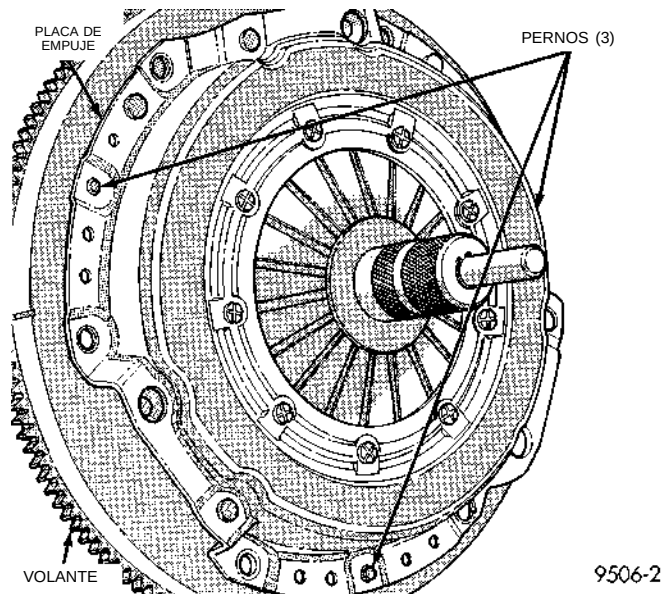

Fig. 7 Herramienta de alineación de disco de embrague
- (1) Retire el transeje. Para informarse de los procedimientos, consulte el Grupo 21, Transeje manual.
- (2) Marque la tapa del embrague y el volante con el fin de mantener su misma posición relativa al instalar el conjunto de embrague.
- (3) Inserte la Herramienta de alineación de disco de embrague 6724 a través del mazo del disco de embrague para evitar que caiga y dañe el revestimiento (Fig. 7).